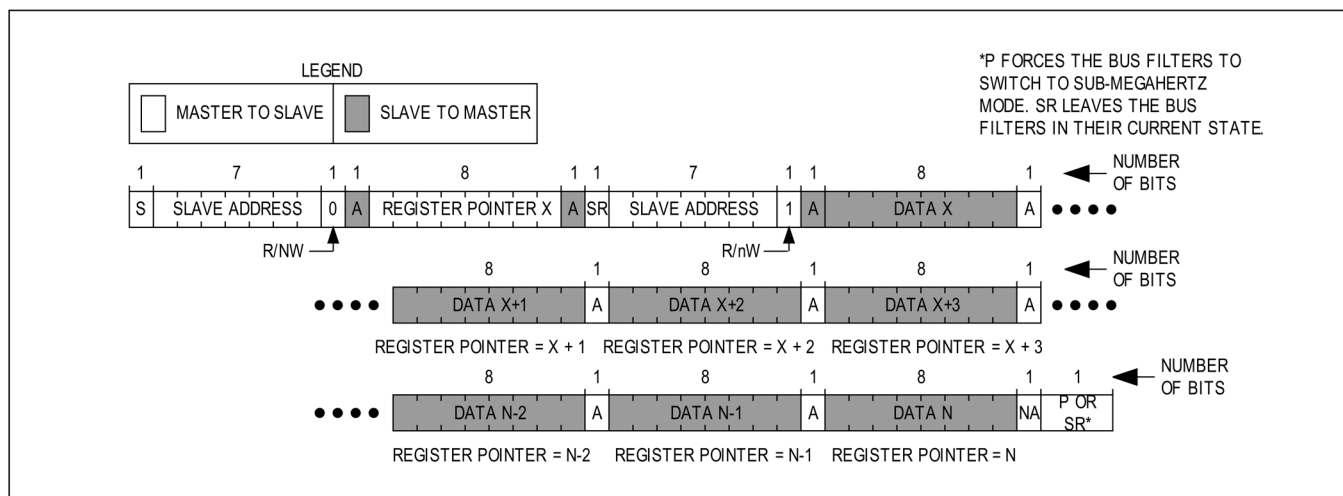

図 29. 連続したレジスタ X~N からの連続読出し
図 29 に、連続する複数レジスタからの読出しプロトコルを示します。このプロトコルは、更にデータを送信するようデバイスに伝えるためにコントローラがアクノレッジを送信すること以外、バイト読出しプロトコルと同様です。また、コントローラが必要なデータのすべてを受信したときには、ノット・アクノレッジ (nA) とストップ・コンディション (P) を送信して伝送を終了します。